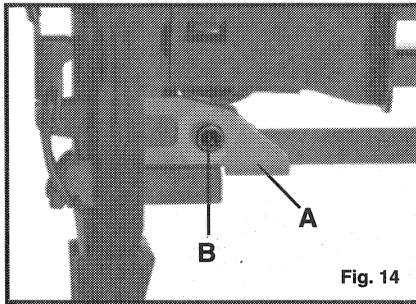

Fig. 14
Un Guide-agrafes (A) Fig. 14, est installé à fabrication dans le modèle NS150. Le guide est tenu en place par un boulon (B) Fig. 14. Le Guide-agrafes doit être employé chaque fois que les agrafes ont moins de $1\frac{1}{8}$ " de long. Le guide doit être enlevé en enfonçant des agrafes ayant $1\frac{1}{8}$ " ou plus de long. Pour enlever le Guide-agrafes: enlever le boulon (B) Fig. 14, et glisser le guide de la machine. Ranger le Guide-agrafes et le boulon pour utilisation future.